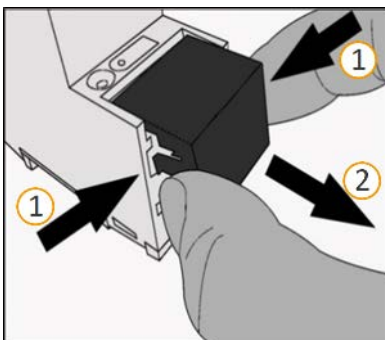

Abbildung 25: Abdeckkappe entfernen
1. Drücken Sie die Abdeckkappe seitlich leicht ein (siehe Abbildung 25, Pos. 1).
2. Ziehen Sie die Abdeckkappe nach oben ab (siehe Abbildung 25, Pos. 2).